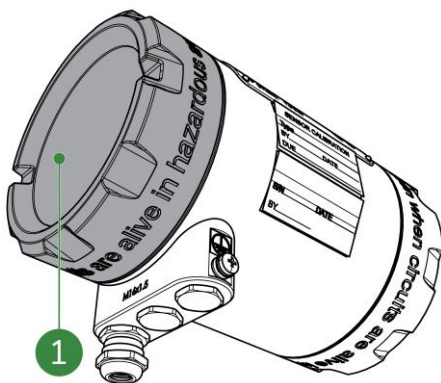

Figure 5-19: Back lid
1. Open the back lid (Figure 5-19, pos. 1).